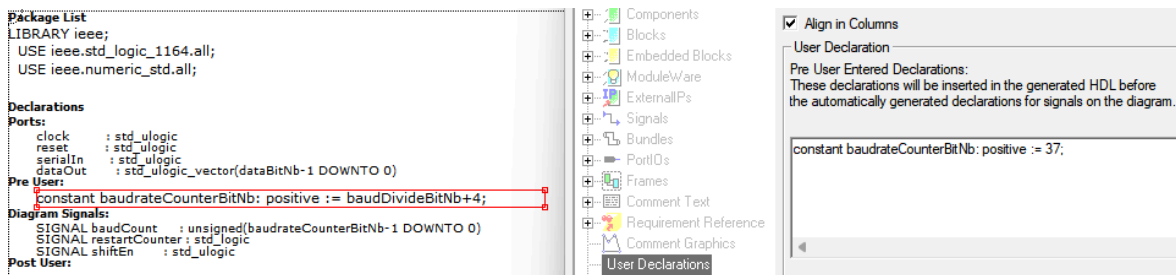

Abbildung 7 - Anzahl der Bits des Systemzählers ändern
- Geben Sie die erforderliche Anzahl von Bits im System ein. Doppelklicken Sie dazu im **COM/serialPortReceiver** auf die Konstantendefinition **baudCounterBitNb** oben links im Schaltplan und bearbeiten Sie sie im neu geöffneten Fenster unter **User Declarations**, wie unter Abbildung 7 gezeigt, und klicken Sie dann auf **Apply**: